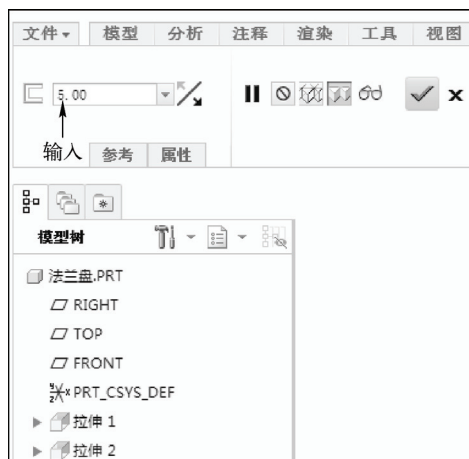

图 8-108 输入参数
STEP 05 单击“关闭”面板中的“确定”按钮, 完成截面绘制并退出草绘环境。在“输入筋厚度值”文本框中输入“5.00”, 按〈Enter〉键确认, 如图 8-108 所示。